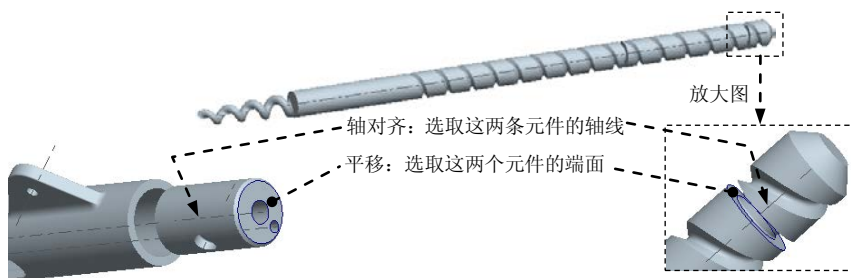

图 12.5.5 装配抓爪的操作过程
① 在约束集列表选取 销钉 选项。
② 修改此连接的名称。单击操控板中的 放置 按钮；在 集名称 文本框中输入此连接的名称“Connection_2c”，并按回车键。
③ 定义“轴对齐”约束。选取图 12.5.5 中的两条轴线（元件 Claw 的中心轴线和元件 Piston 的中心轴线）。
④ 定义“平移”约束（对齐）。分别选取图 12.5.5 中的两个平面（元件 **Claw** 上槽特征的端面和元件 **Piston** 的端面），以限制元件 **Claw** 在元件 **Piston** 上平移。